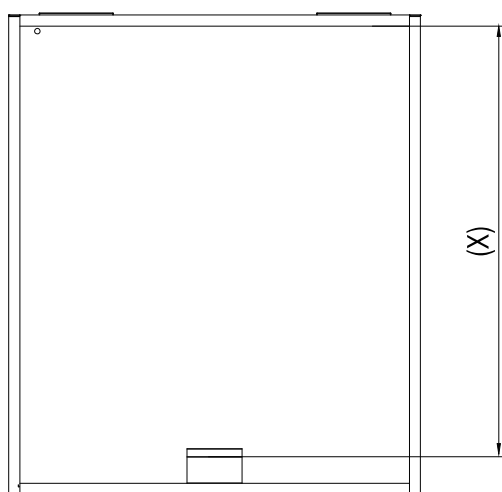

Fig. 3
2.1 Misurare con il metro a nastro la distanza tra le due barre in lega di alluminio è $(x-3)$ MM(Fig3.)